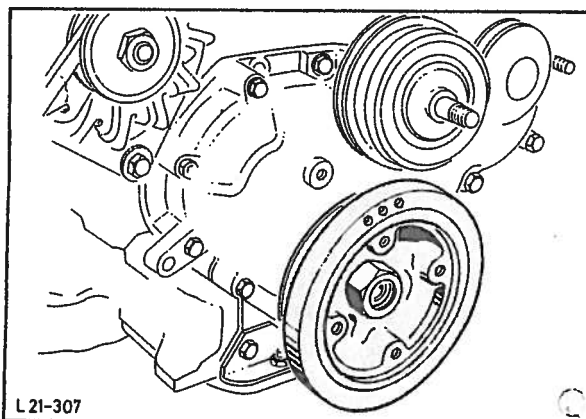

Fig. 153 Demontering av veivakselens remskive.
5. Demonter motorens spledexsel (5 bolter) og ta av veivakselens remskive (1 mutter) og kile, fig. 153. Bruk spesialverktøy 21-018 for å holde fast veivakselen.